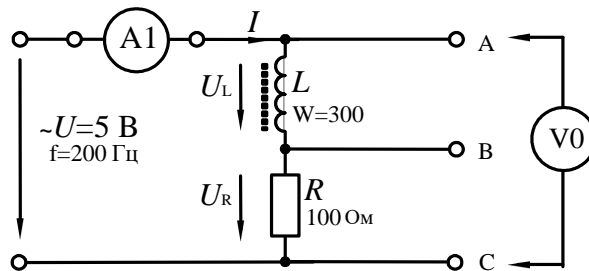

Рисунок 7 – Схема экспериментального исследования неразветвленной цепи  $RL$
1.1. Соберите цепь согласно схеме (рис. 7), подсоедините регулируемый источник синусоидального напряжения и установите его параметры:  $U=5$  В,